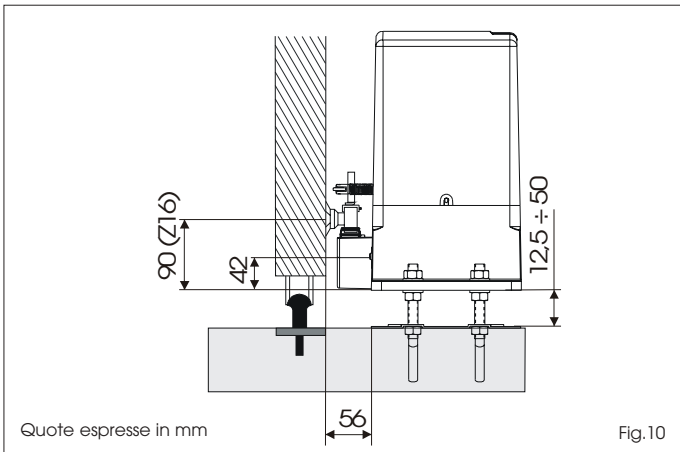

Fig. 10
- 3) Registrare l'altezza del motoriduttore e la distanza dal cancello con riferimento alle quote di Fig.10.